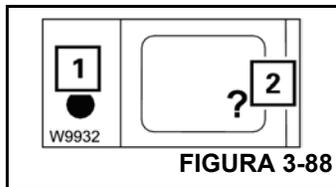

FIGURA 3-88
- Si el modo de aparejo no es permisible, la luz (1, Figura 3-88) se ilumina. Presione el botón (2) una vez para visualizar los códigos de error; consulte *Códigos de error*, página 3-111.